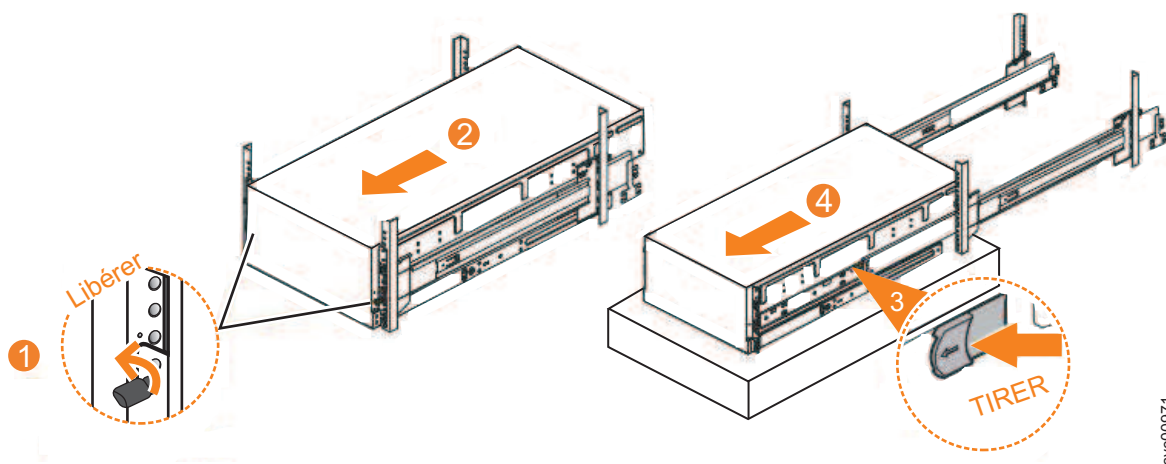

Figure 107. Retrait du boîtier 2145-92F de l'armoire
1. Desserrez les vis moletées de verrouillage (**1**) à l'avant du boîtier, comme indiqué dans la figure 107.
2. Faites glisser avec précaution le boîtier vers l'avant hors de l'armoire (**2**), comme indiqué dans la figure 107.
3. Localisez les pattes de déverrouillage bleues gauche et droite à proximité de l'avant du boîtier. Tirez les deux pattes de déverrouillage vers l'avant pour déverrouiller le mécanisme du tiroir (**3** dans la figure 107).
4. Faites glisser le boîtier et l'élément interne de la glissière hors de l'armoire (**4** dans la figure 107).